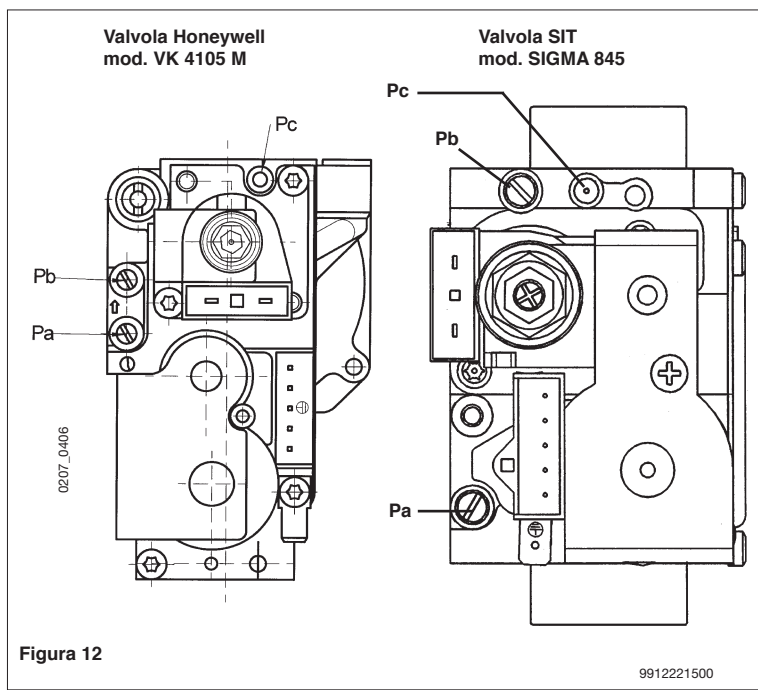

Figura 12
Le modalità di taratura del regolatore di pressione sono leggermente differenti a seconda del tipo di valvola del gas utilizzata (HONEYWELL o SIT vedi figura 12).
Las modalidades de calibrado del regulador de presión difieren ligeramente según el tipo de válvula del gas utilizada (HONEYWELL o Sit, véase figura 12).
- collegare la presa di pressione positiva di un manometro differenziale, possibilmente ad acqua, alla presa di pressione (Pb) della valvola del gas (figura 12). Collegare, solo per i modelli a camera stagna, la presa negativa dello stesso manometro ad un apposito "T" che permetta di collegare insieme la presa di compensazione della caldaia, la presa di compensazione della valvola del gas (Pc) ed il manometro stesso. (Una pari misura può essere effettuata collegando il manometro alla presa di pressione (Pb) e senza il pannello frontale della camera stagna); Una misura della pressione ai bruciatori effettuata con metodi diversi da quelli descritti potrebbe risultare falsata in quanto non terrebbe conto della depressione creata dal ventilatore nella camera stagna.
- conectar la toma de presión positiva de un manómetro diferencial, posiblemente de agua, a la toma de presión (Pb) de la válvula del gas (figura 12). Conectar, sólo para los modelos a cámara estanca, la toma negativa del mismo manómetro a un especial "T" que consienta conectar entre ellos la toma de compensación de la caldera, la toma de compensación de la válvula del gas (Pc) y el manómetro mismo. (Se puede efectuar una medición equivalente conectando el manómetro a la toma de presión (Pb) y sin el panel frontal de la cámara estanca); Una medición de la presión en los quemadores efectuada con métodos diferentes a los descritos podría resultar incorrecta, dado que no tomaría en cuenta la depresión creada por el ventilador en la cámara estanca.
- verificare che la pressione dinamica di alimentazione della caldaia, misurata alla presa di pressione (Pa) della valvola del gas (figura 12 pagina 18) sia quella corretta (30 mbar per il gas butano, 37 mbar per il gas propano o 20 mbar per il gas naturale).
- controlar que la presión dinámica de alimentación de la caldera, medida en la toma de presión (Pa) de la válvula del gas (figura 12 en página 18), sea correcta (28 mbar para el gas butano, 37 mbar para el gas propano o 20 mbar para el gas natural).